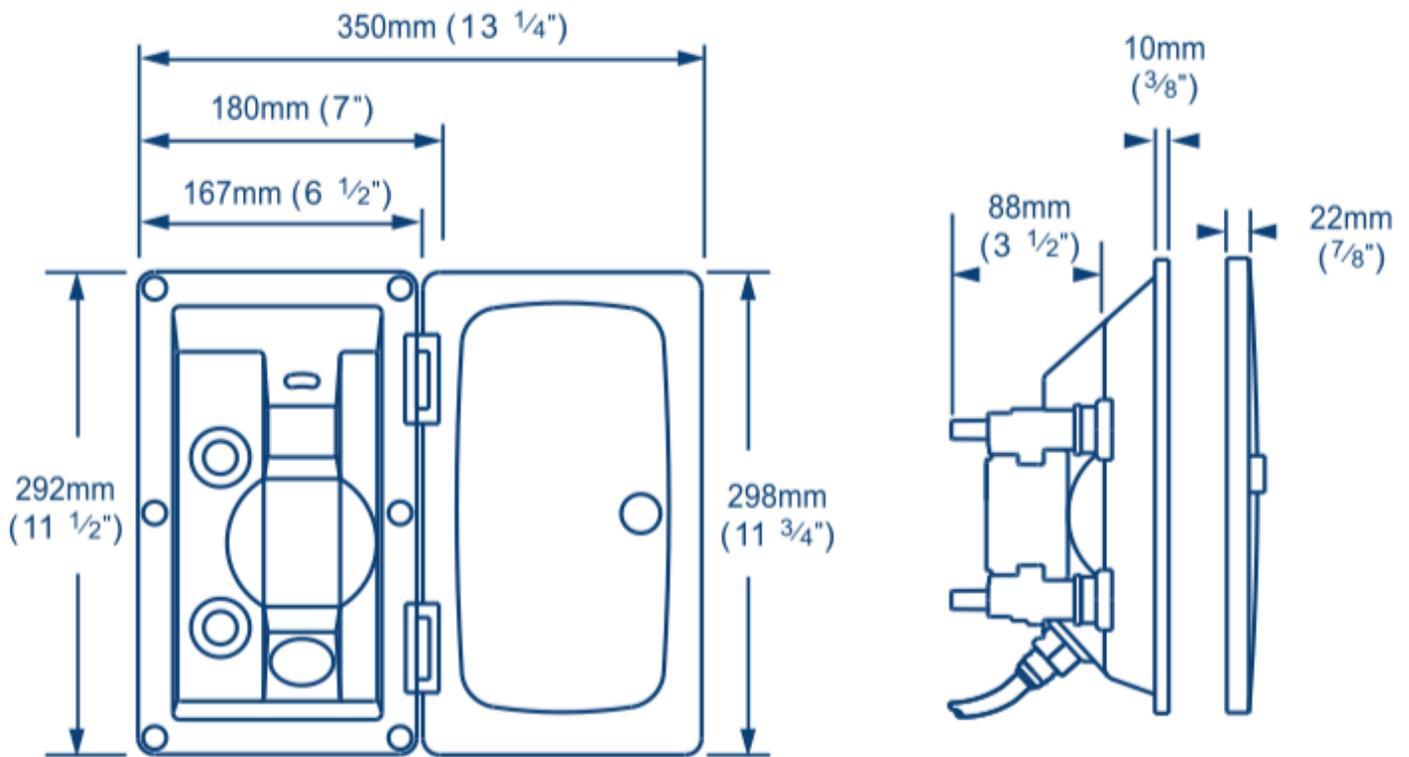

Fig. 1
4. Coloque um o-ring no conjunto da mangueira e aperte no chuveiro (Fig.1).